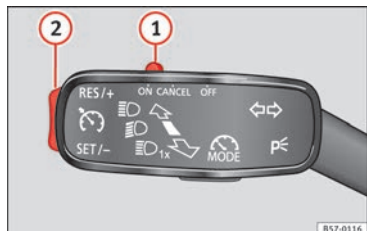

Abb. 47 Links von der Lenksäule: Schalter und Bedienelemente des GRA.
- Die GRA anschließen: den Schalter »» Abb. 47 ① in die Stellung **ON** schieben. Das System ist eingeschaltet. Da noch keine Geschwindigkeit gespeichert ist, erfolgt noch keine Regelung.
- GRA aktivieren: drücken Sie die Taste »» Abb. 47 ② im Bereich **SET/-**. Die aktuelle Geschwindigkeit wird gespeichert und geregelt.
- GRA vorübergehend abschalten: Schieben Sie den Schalter »» Abb. 47 ① bis **CANCEL** oder treten Sie auf die Bremse. Regelung wird vorübergehend abgeschaltet.
- GRA wieder einschalten: Drücken Sie die Taste »» Abb. 47 ② in **RES/+**. Die gespeicherte Geschwindigkeit wird erneut gespeichert und eingestellt.
• Gespeicherte Geschwindigkeit während GRA-Regelung erhöhen: Taste ② in **RES/+** drücken. Das Fahrzeug beschleunigt bis zum Erreichen der neu gespeicherten Geschwindigkeit.
• Gespeicherte Geschwindigkeit während GRA-Regelung verringern: Taste ② in **SET/-** drücken, um die Geschwindigkeit um 1 km/h (1 mph) zu verringern. Die Geschwindigkeit wird bis zum Erreichen der neu gespeicherten Geschwindigkeit reduziert.
• GRA abschalten: Schalter »» Abb. 47 ① auf **OFF** schieben. Das System wird abgeschaltet und die gespeicherte Geschwindigkeit gelöscht.